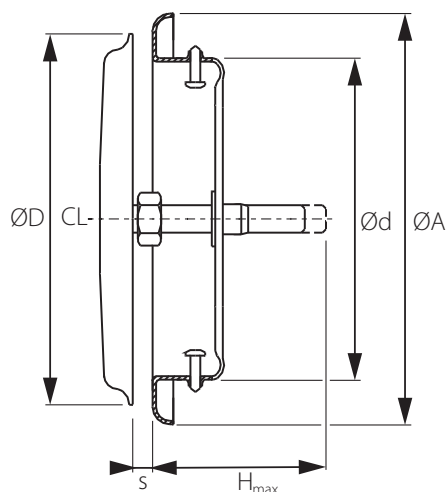

Bild 1. Mått, tallriksventil VT (mm).
- Produkten är utrustad med en mätnippel för injustering, se bild 1.